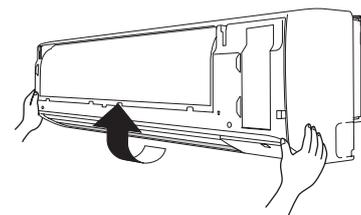

Fig. 5-16
- (6) Levantar la rejilla en la dirección que muestra la flecha y tirar de ella para extraerla. (Fig. 5-16)